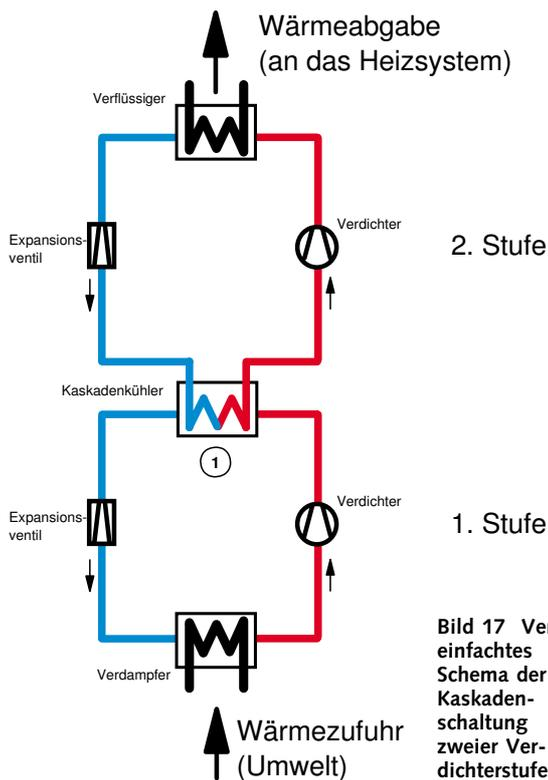

Bild 17 Vereinfachtes Schema der Kaskadenschaltung zweier Verdichterstufen
den in einem Aggregat hintereinander geschaltet, in dem man sie durch einen Wärmetauscher thermisch miteinander verbindet (Bild 17). Dieser zentrale Wärmetauscher (1) ist der Verflüssiger der ersten und gleichzeitig der Verdampfer der zweiten Stufe. Die von der ersten Stufe aufgenommene Wärme wird an die „höher“ gelegene zweite Stufe abgegeben und schließlich an das Heizsystem abgeführt. Die zwei Kreisläufe enthalten normalerweise unterschiedliche Kältemittel, beispielsweise R 404 A in der unteren und R 134 a in der oberen Stufe. Bei dieser Anordnung müssen allerdings beide Stufen ständig im Betrieb sein, da nur die erste Stufe Wärme aus der Umwelt aufnehmen kann und nur die zweite Stufe für die Wärmeabgabe an das Heizsystem ausgerüstet ist.